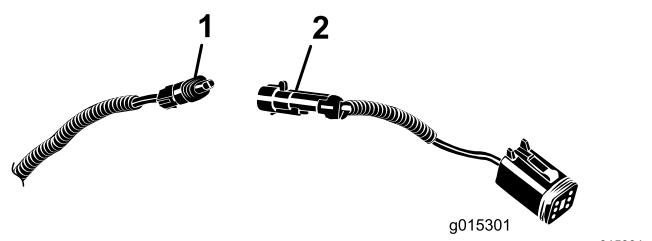

Figure 6
3. Branchez le connecteur libre du faisceau de câblage principal (situé sur le côté arrière droit du siège) au faisceau de câblage court fourni avec le siège (Figure 6).